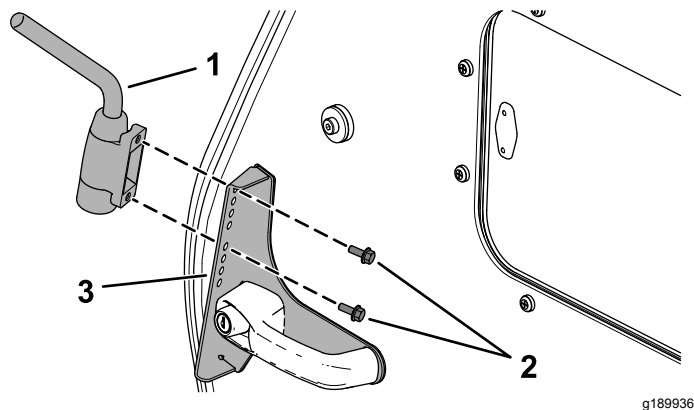

Figur 4
5. Monter dørhåndtaget med det klæbede spejlbeslag og den monteringsmøtrik, spændeskive, flangehovedbolt (6 x 25 mm) samt de to afstandsbøsninger, du fjernede tidligere (Figur 4).